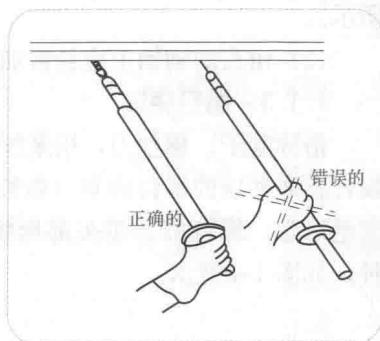

图 1-2 高压验电器握法
(1) 使用时应两人操作，其中一人操作，另一个人进行监护。
(2) 在户外时，必须在晴天的情况下使用。
(3) 进行验电操作的人员要戴上符合要求的绝缘手套，并且握法要正确，如图 1-2 所示。
(4) 使用前应在带电体上试测，以检查是否完好。不可靠的验电器不准使用。高压验电器应每六个月进行一次耐压试验，以确保安全。